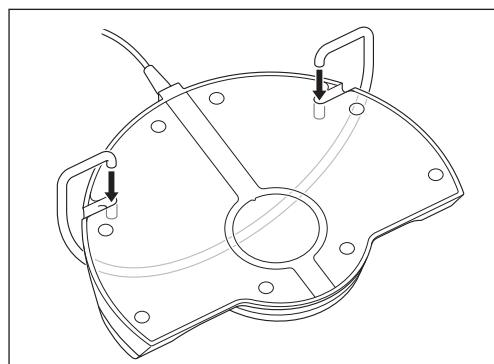

図4
- 1) フットコントロール裏面の穴に合わせてフットコントロールハンガーをまっすぐ挿し込み、「カチン」と音がするまで押し込みます（図4）。